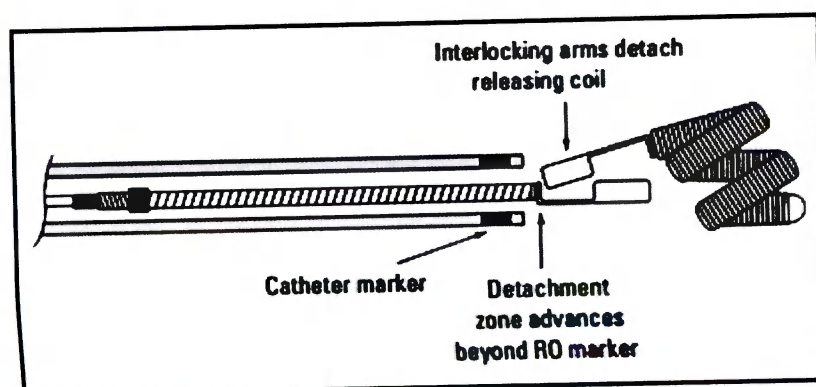

Рис. 9. Установка спирали (с 1 рентгеноконтрастным маркером)
14. Для раскрытия спирали медленно продвигайте проводник под рентгеноскопическим контролем, пока фиксирующие разъемные рычаги не дойдут до кончика катетера (Рис. 9). Примечание: Если при раскрытии замечено сопротивление, медленно вращайте проводник, пока спираль не раскроется.